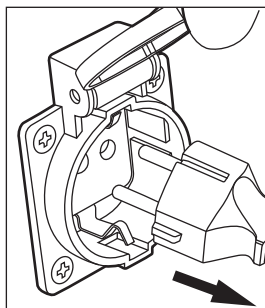

Рис. 12
1. Отключите потребители электроэнергии от розеток, расположенных на панели генератора (рис. 12).